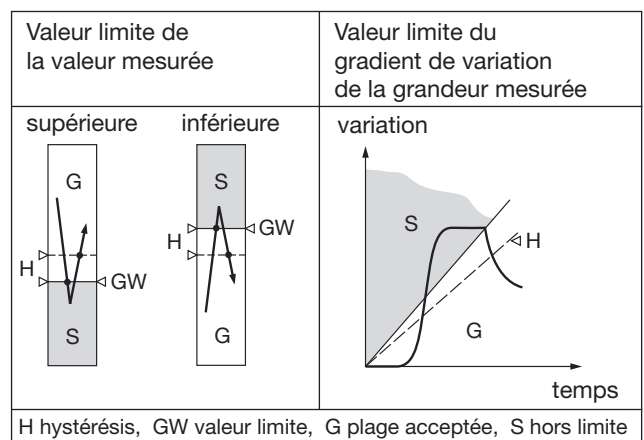

Fig. 3. Fonctions de commutation suivant type du détecteur de seuil.
- pour surveiller une valeur haute ou basse de la grandeur mesurée située entre -10 et +110%² (voir Fig. 3, à gauche)
entre ± 1 et $\pm 50\%/s^2$ (voir Fig. 3, droite)